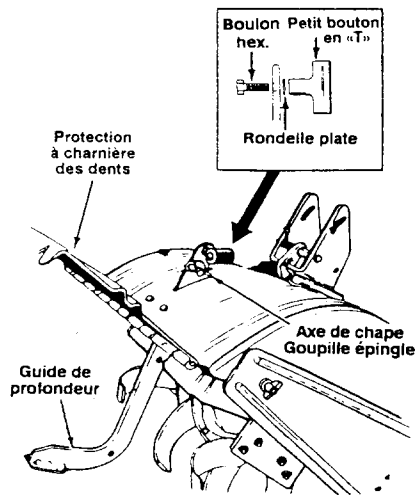

FIGURE 1
1. Faites reposer le motoculteur sur le contre-poids avant. Voir la figure 1.
2. Relevez la protection à charnière des dents. Enfoncez le guide de profondeur entre les deux boulons à épaulement, puis faites-le passer à travers la protection, comme à la figure 1.
4. Faites passer le boulon hex. dans le trou supérieur du guide de profondeur. Placez la rondelle plate sur le boulon hex. et filetez le petit bouton en «T» sur le boulon hex. Voir la figure 1. Serrez à fond.